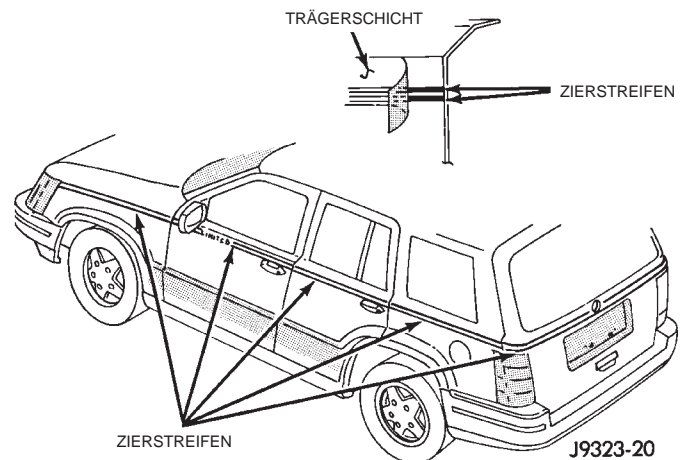

Abb. 8 Zierstreifen/Dekorfolie
(4) Folie mit der Klebeseite nach oben auf eine ebene Fläche legen.
(5) Schutzschicht von der Klebeseite abziehen (Abb. 8).
(6) Klebeschicht der Folie mit ausreichend Spülmittel-Lösung benetzen.
(7) Das zu beklebende Blech mit Spülmittel-Lösung benetzen.